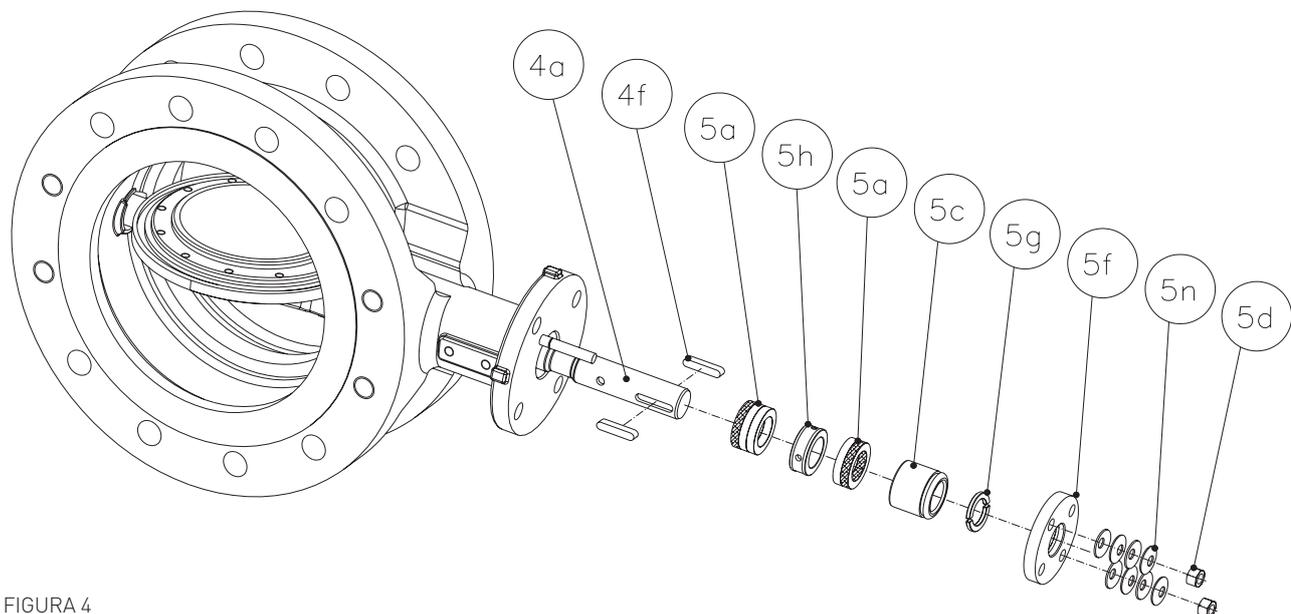

FIGURA 4
Consulte la figura 4.
6. Aplique una capa delgada de lubricante a cada anillo de empaquetadura (5a) nuevo (debe utilizar el lubricante indicado en la Tabla 3). Inserte nuevos anillos de empaquetadura, recordando insertar los dos anillos trenzados en el fondo y parte superior de toda la empaquetadura. Si la válvula cuenta con la opción de purga de empaquetadura, inserte el anillo de cierre hidráulico (5h) en la misma secuencia (o como se indica en la figura 4). Si los anillos de la empaquetadura son de tipo seccionado, instálelos con las particiones opuestas a 180° entre sí.